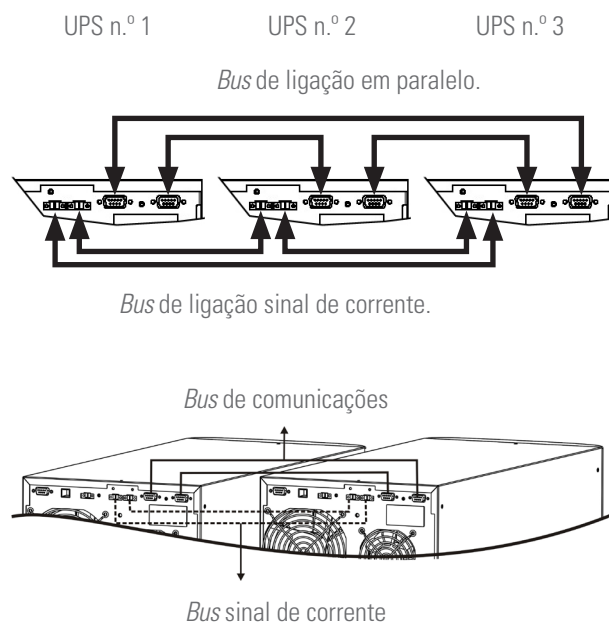

Fig. 22. Ligação bus de comunicação e sinal de corrente.
A Fig. 22 representa uma instalação com dois equipamentos em paralelo. Para três UPS operarem da mesma forma, feche o *bus* de comunicações e o do sinal de corrente.
- **Bus de conexão sinal de corrente.** Utilize a mangueira com conectores nas extremidades para unir os equipamentos e fechar o *bus* de corrente, ao ligar dois equipamentos correlativos através dos conectores, como mostra a Fig. 22. Finalmente, feche o circuito do *bus* entre o último equipamento e o primeiro.